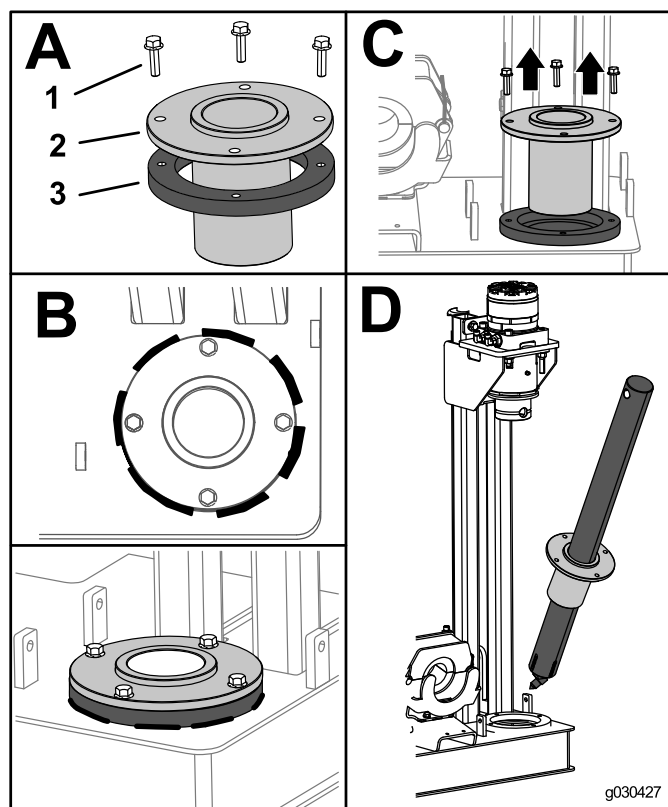

Рисунок 4
1. Установите направляющую стойки на направляющее кольцо при помощи 8 болтов (M8) (ячейка A на Рисунок 4).
4. Приварите направляющее кольцо к машине, выполнив 7 расположенных через одинаковые промежутки сварных швов размером 5 см x 0,64 см, как показано в ячейке B, Рисунок 4.
5. Выверните болты и снимите направляющую стойки (ячейка C на Рисунок 4).
7. Поместите направляющую стойки на стойку и направьте стойку в направляющее кольцо на машине (ячейка D на Рисунок 4).
9. Закрепите направляющее кольцо стойки на приваренном направляющем кольце при помощи 8 болтов (M8-1 1/4 x 20 мм), как показано на Рисунок 4.